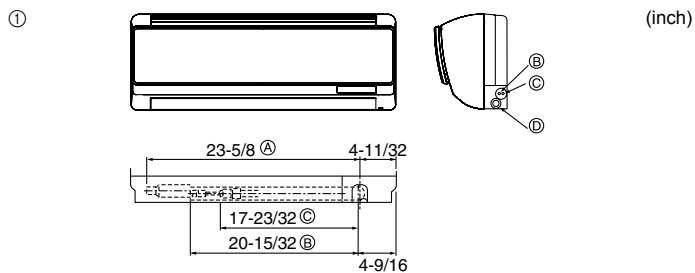

Fig. 4-2
① Posición de los tubos del refrigerante y de drenaje (Fig. 4-2)
- (A) (Longitud total de la manguera flexible)
- (B) Tubería de líquido
- (C) Tubería de gas
- (D) Manguera de drenaje